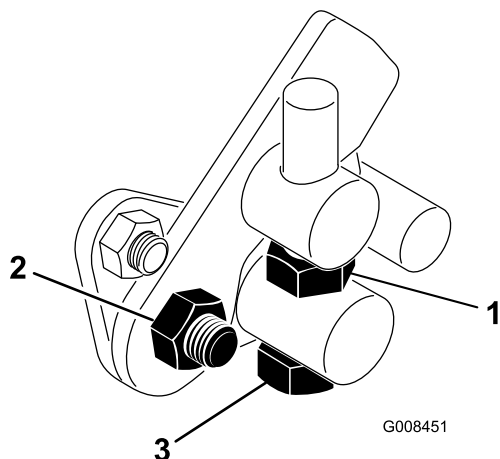

Figura 43
1. Allentate il controdamo sul bullone di articolazione (Figura 43).
4. Serrate il controdamo sul bullone di articolazione e il dado sul perno del pedale per fissare la regolazione (Figura 43). Controllate la messa a punto, e all'occorrenza ripetete la regolazione.